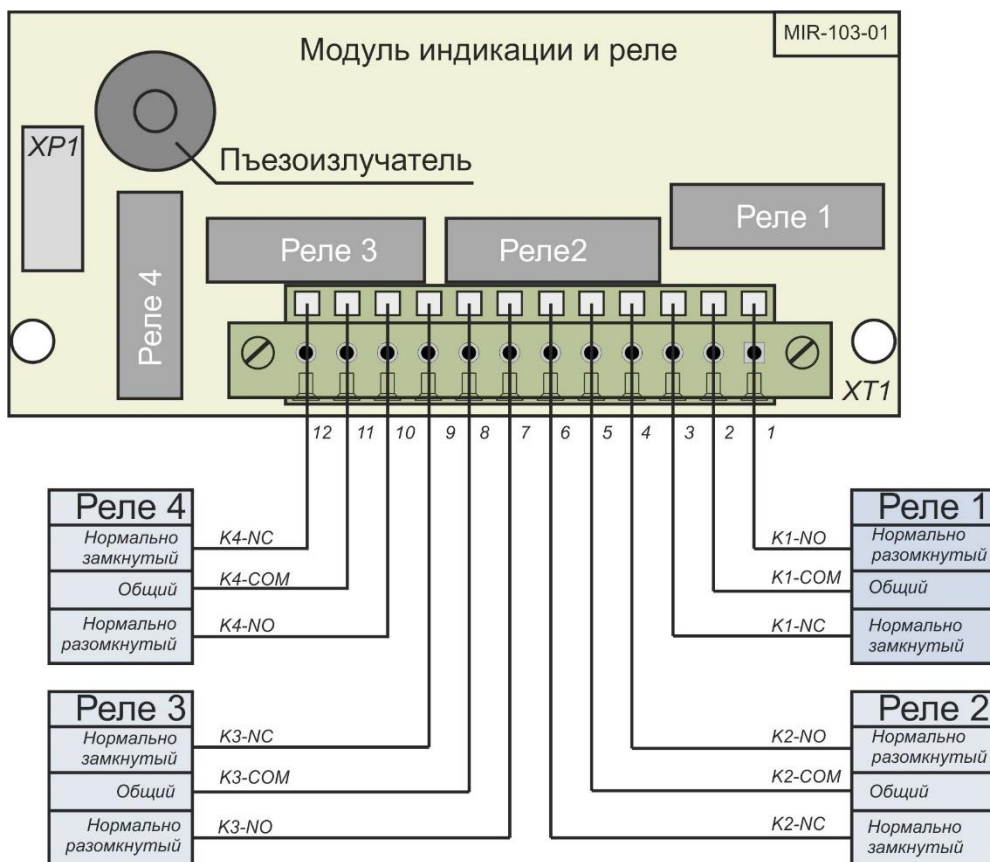

Рисунок 30 - Подсоединение к модулю индикации и реле
4. Подключить ППК-Е-Р к контактам 1-12 разъема ХТ1 модуля индикации и реле (см. Рисунок 30 и Рисунок 1821). Кабели крепятся к строительным конструкциям при помощи скоб (тонколистовая оцинкованная сталь, пластиковые и т.п.), шаг крепления - не более 300 мм.